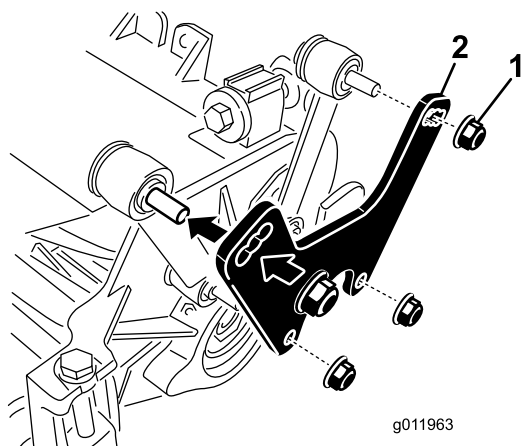

Рисунок 9
1. Снимите гайки и шайбы крепления подъемных звеньев к боковой пластине режущего блока и несущей раме (Рисунок 9).